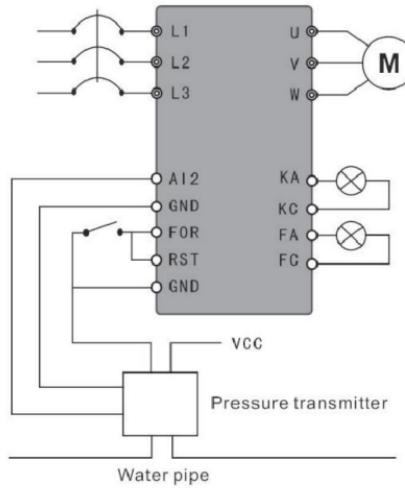

Abbildung F-5 Wasserversorgung mit konstantem Druck – Druck
(1) Verwenden Sie einen Drucktransmitter mit einem Bereich von 0 bis 10 kg und einer Rückmeldung von 4 bis 20 mA. Druckwasserversorgung von 5 kg nach Bedarf, Alarm bei Überschreiten der Obergrenze von 6 kg und Unterschreiten der Untergrenze von 4 kg und Stoppen des Starts des externen Terminals. Wie in Abbildung F-5 dargestellt.